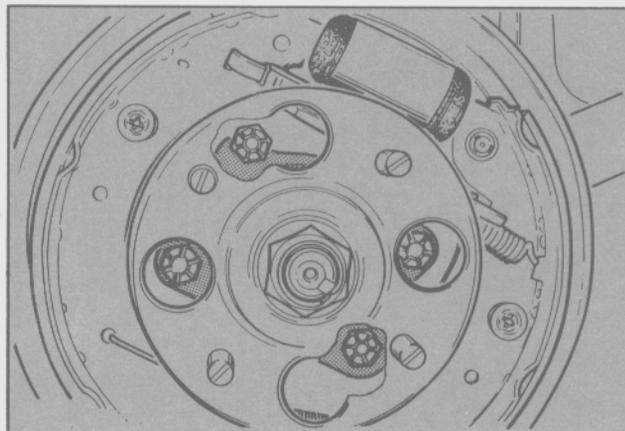

Fig. 39. Tornillos de sujeción de la maza de rueda
- Colocar la maza portarrodamiento en su posición. Alinear la maza y el plato portafrenos con el brazo de suspensión. Ubicar los tornillos de fijación y ajustarlos al torque especificado (Fig. 39).